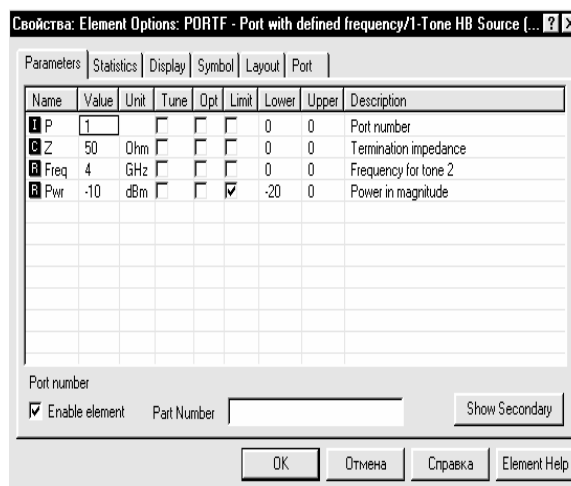

Рис. 3.33
2. Щёлкните левой кнопкой мышки по порту **PORTF**, затем дважды щёлкните левой кнопкой мышки по этому порту. В открывшемся окне отредактируйте параметры порта так, чтобы их значения соответствовали указанным на рис. 3.33, затем нажмите панель **Port** в верхней части окна и отметьте переключатель **Tone 2** (если он не отмечен), нажмите **OK**.